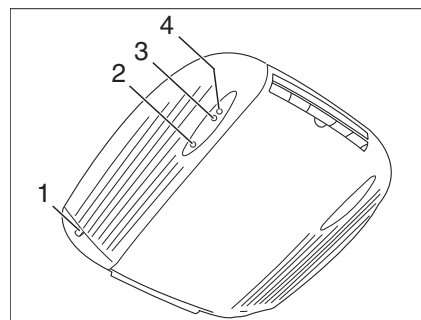

Fig. 120 Vue de l'intérieur
- Raccorder le véhicule à l'alimentation 230 V. La climatisation est prête à fonctionner. La DEL rouge (Fig. 120,2) s'allume.
Le voyant de contrôle vert (Fig. 120,3) indique le fonctionnement de refroidissement, le voyant de contrôle rouge (Fig. 120,4) le fonctionnement de chauffage.